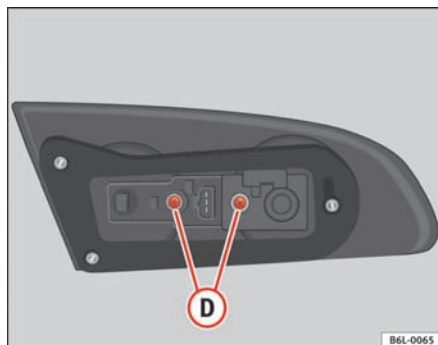

Fig. 159 Adgang til pæren
- Skru skruerne **D** ⇒ fig. 159 ud, og tag fatningen ud.